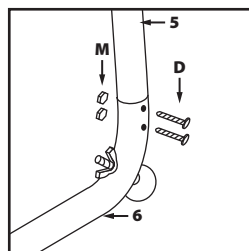

Fig. 9
- Sélectionnez les éléments **5 et 6**. Reliez l'élément **5** à l'élément **6**, à l'aide des fixations **D et M** (**Fig. 9**).